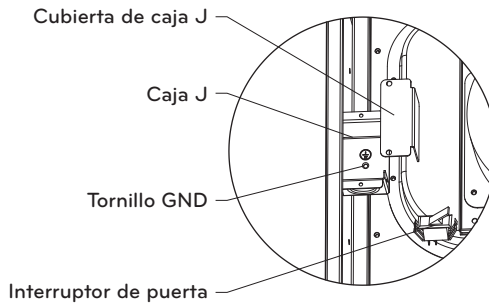

Fig.9-1 Caja J
- Retire y guarde los dos tornillos que sujetan la J-Box. (Ver Fig.9-1)
- Retire y guarde los dos tornillos que sujetan la J-Box. (Ver Fig.9-1.)